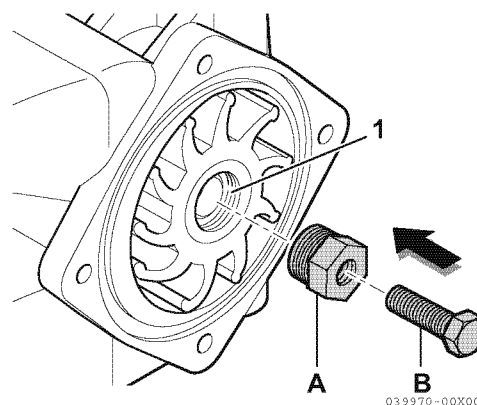
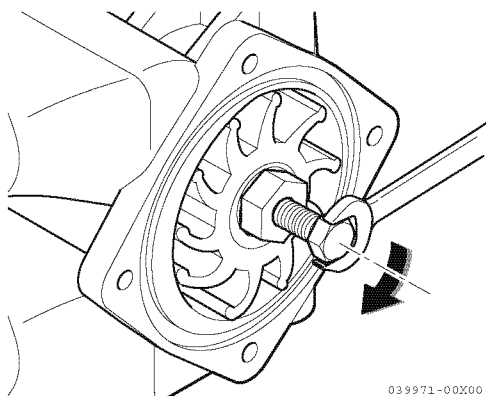

Figure 10
Figure 11
*Nota: Quando si sostituisce una girante usata con una nuova, la girante deve avere una filettatura M22 ? 1,5 (**Figure 10, (1)**). Ruotare il lato con la filettatura M18 della girante verso il lato con il coperchio e installare (**Figure 11**).*